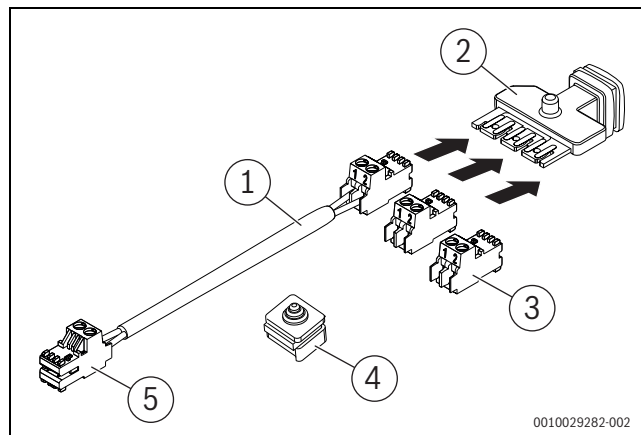

Рис. 93 Комплект дополнительного оборудования CS 37
- ▶ Вставьте кабель (→ рис. 93, [1]) со штекером в колодку EMS-BUS (→ рис. 93, [2]).
- ▶ Оба штекера (→ рис. 93, [3]) вставьте в разъемы колодки EMS-BUS (→ рис. 93, [2]).
- ▶ Вставьте колодку EMS-BUS (→ рис. 93, [2]) вместе со штекерами движением вниз в отверстие для кабельных проходов.
- ▶ Вставьте комплектный кабельный проход (→ рис. 93, [4]).